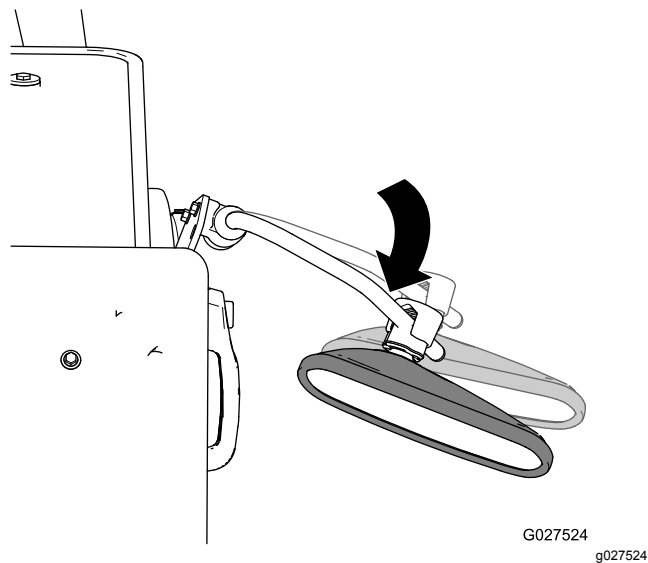

図 7
2. ミラーやアームの位置の調整は、アームをキャブ側へ引き寄せるか逆に外側へ押し出すかして行います 図 7。